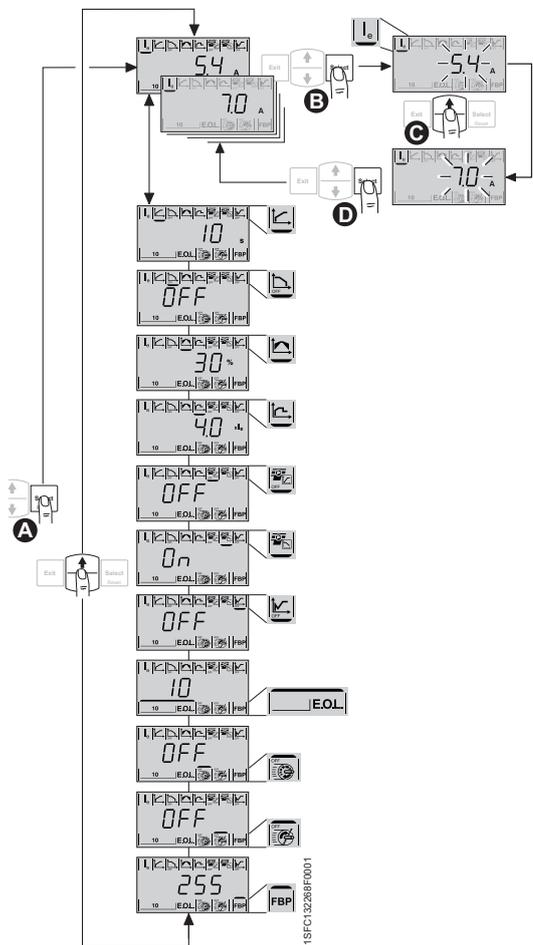

Abb. 2.3:
10. Konfigurieren Sie den Parameter  $I_B$  wie in Abb. 2.3 beschrieben. Vollständige Informationen zu Konfiguration sind in Kapitel 6 Mensch-Maschine-Schnittstelle und Kapitel 7 Funktionen und Konfiguration verfügbar.